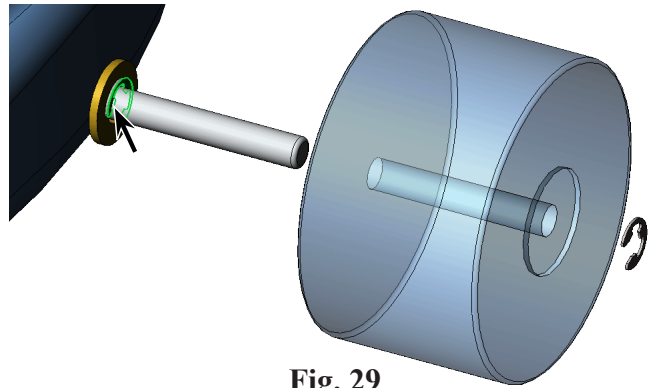

Fig. 29
Step 2. Click **outside face of E-Clip3**, Fig. 29.